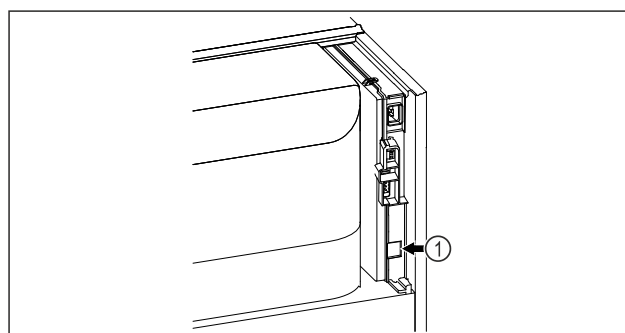

Fig. 109
- SmartModule Fig. 109 (1) 已使用。